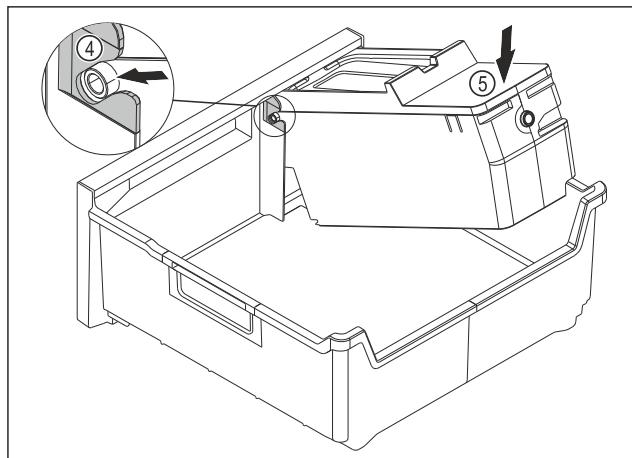

Fig. 135
- Смонтируйте корпус EasyTwist-Ice: Вставьте оси корпуса EasyTwist-Ice в направляющие Fig. 135 (4).
- Вдавите корпус EasyTwist-Ice Fig. 135 (5) вниз.